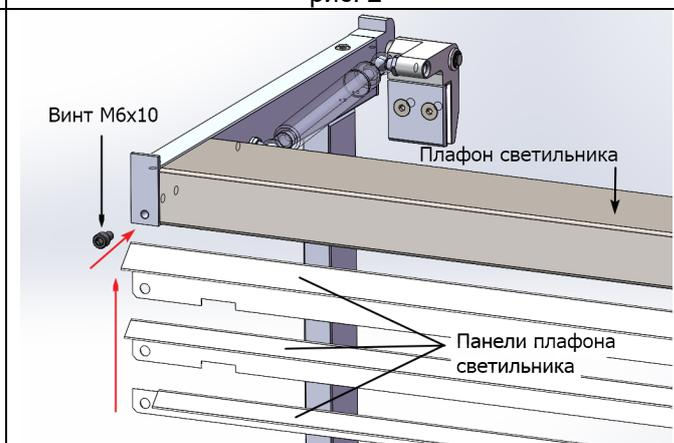

рис.4
3. Панели плафона светильника установить при помощи винтов M6x10, рис. 4.